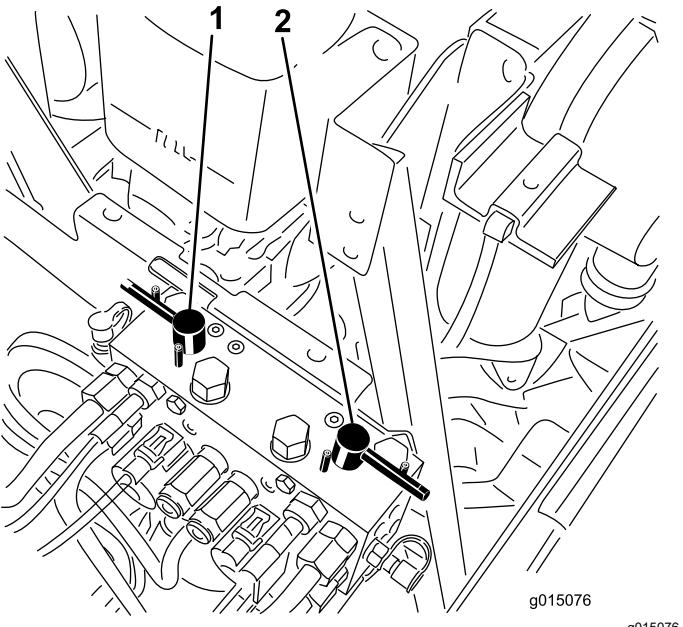

Figura 81
4. Seleccione la palanca de autoafilado correspondiente a los molinetes que desea autoafilurar: delanteros, traseros o ambos (Figura 81).